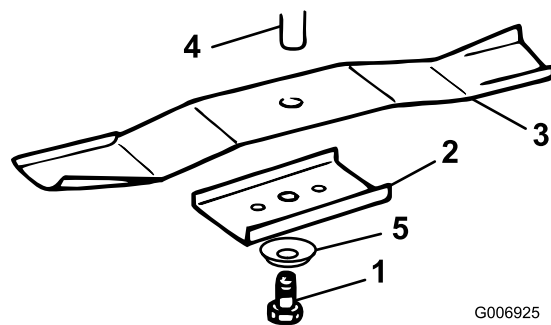

Bild 34
3. Entfernen Sie die Schraube (5/8 Zoll-Schlüssel), Wellenscheibe, den Halter und das Schnittmesser (Bild 34). Sie können einen Holzklötzchen zwischen das Schnittmesser und das Mähwerk keilen, um das Schnittmesser beim Entfernen der Schraube zu blockieren.
1. Montieren Sie das Schnittmesser, den -halter, die Wellenscheibe (Schalenseite zum Messer) und die Messerschraube (Bild 34).